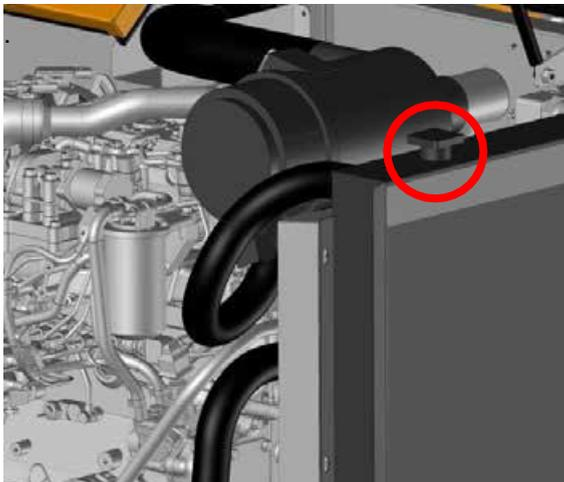

Figure 39. couvercle du radiateur
4. Dévissez le couvercle du réservoir et vérifiez le niveau de liquide de refroidissement (figure 39).
4. Dévissez avec précaution le bouchon du réservoir (figure 39) et relâchez la pression.